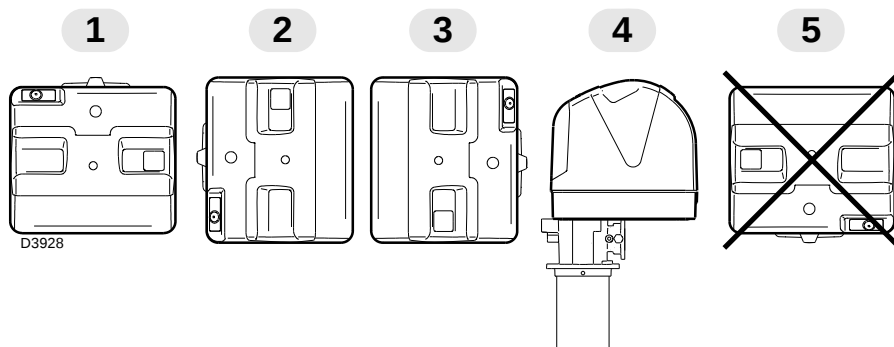

Fig. 9
- Le brûleur a été conçu exclusivement pour fonctionner dans les positions 1, 2, 3 et 4 (Fig. 9).